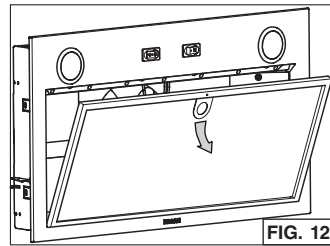

FIG. 12
2. Retirer le(s) filtre(s) à graisses en tirant sur la languette et en le(s) basculant vers le bas (FIG. 12). Mettre de côté le(s) filtre(s).